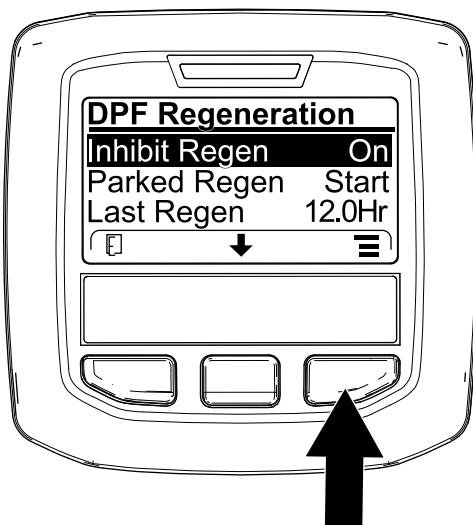
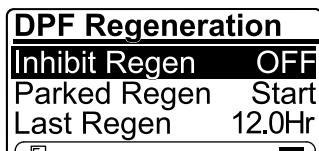

Рисунок 13
Рисунок 14
1. Перейдите в меню DPF Regeneration (Регенерация DPF), нажмите среднюю кнопку, чтобы перейти вниз к опции INHIBIT REGEN (ЗАПРЕТ РЕГЕНЕРАЦИИ), и нажмите правую кнопку, чтобы выбрать опцию Inhibit Regen (Запрет регенерации) (Рисунок 13).
2. Нажмите правую кнопку, чтобы изменить настройку запрета регенерации с On (Вкл.) на Off (Выкл.) (Рисунок 13) или с Off (Выкл.) на On (Вкл.) (Рисунок 14).